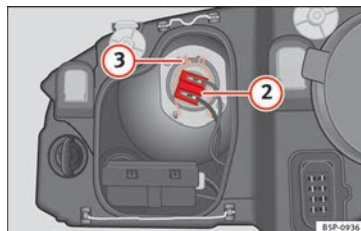

Fig. 179 Anabbagliante.
- Estrarre il connettore » fig. 179 ② della lampada.
- Sganciare la molla di ritegno » **fig. 179** ③ premendo verso l'interno e a destra.